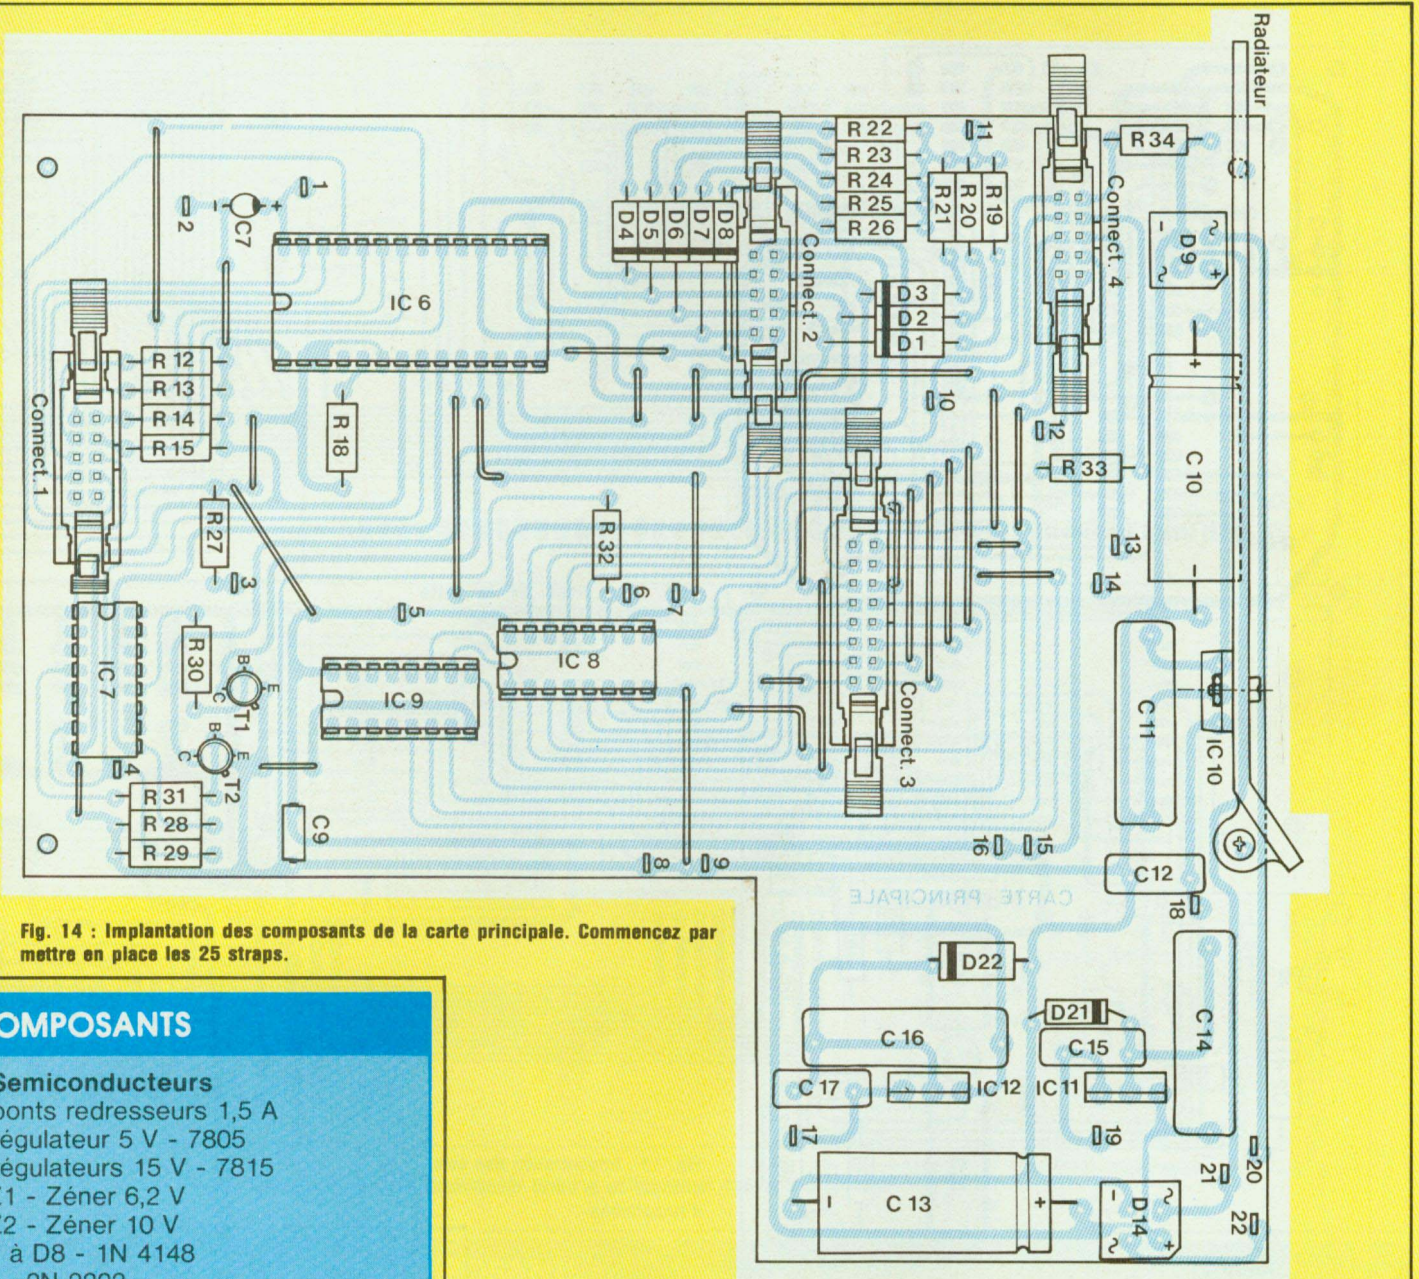

Fig. 14 : Implantation des composants de la carte principale. Commencez par mettre en place les 25 straps.
a. Carte principale - Figure 14